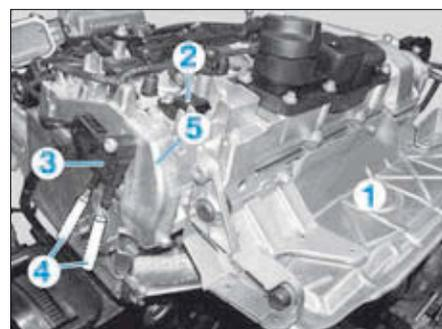
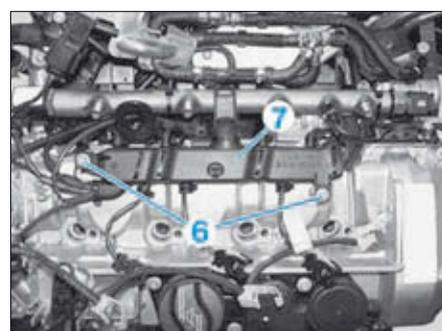

FIG. 50
FIG. 51
- Déposer l'écran thermique (1) (Fig.50).
- Débrancher le connecteur du capteur d'arbre à cames (2).
- sur le capteur de pression de différentielle (3), débrancher son connecteur ainsi que les durits (4),
- déposer et mettre de côté la tôle (5).
- Déposer (Fig.51) :
- les vis (6),
- la protection (7).